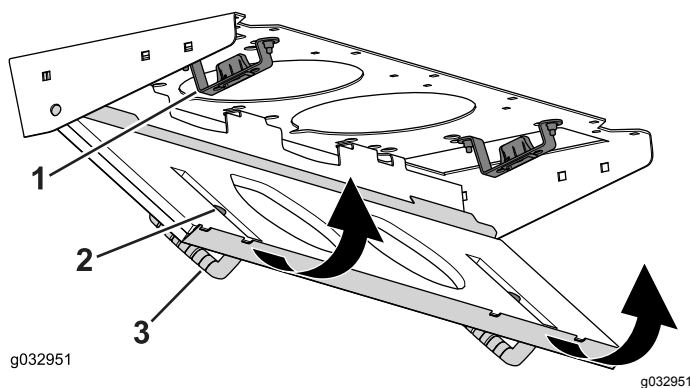

Figura 123
4. Gire la rejilla del filtro sobre las pestañas hasta que el resbalón se bloquee en el cerradero (Figura 123).